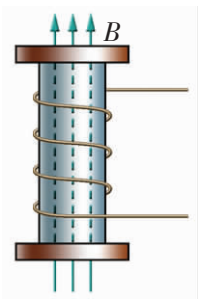

图 1-4-7
4. 如图 1-4-7 所示, 一个有 4 匝线圈的螺线管, 其截面积为  $0.1 \text{ cm}^2$ , 将其放在磁感应强度以每秒  $10 \text{ T}$  均匀增加的匀强磁场中, 求螺线管产生的感应电动势的大小.